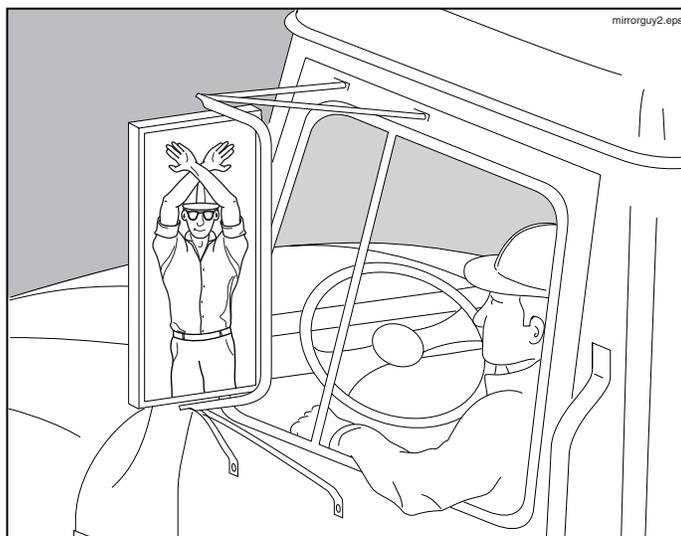

Figura 8
3.2  **¡ADVERTENCIA! Peligro de aplastamiento.** No se acerque a menos de 10 pies de la bomba a menos que tenga claramente a la vista el observador que lo está dirigiendo. Si pierde de vista el observador, **DETÉNGASE INMEDIATAMENTE.** NO continúe retrocediendo hasta que se haya restablecido la línea visual. Consulte la Figura 8.